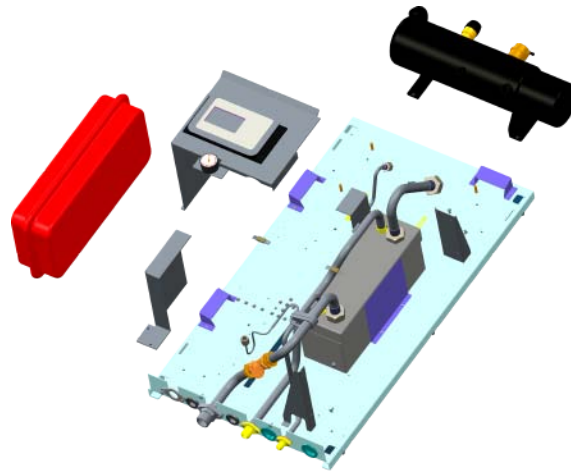

Fig.6
5) Quitar el vaso de expansion (Fig. 6)